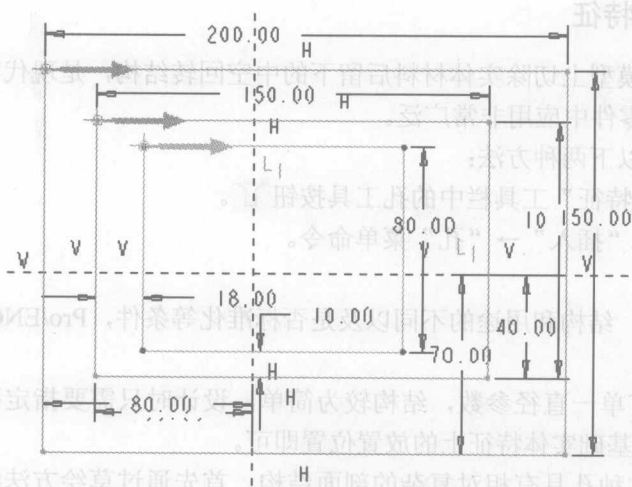

图 1-21 草绘第 3 个截面
2) 单击“草绘”工具栏中的绘制矩形按钮 , 绘制如图 1-21 所示的矩形, 并修改尺寸。